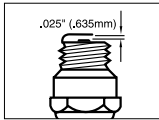

Fig. 7
1. Tændrørglodevædring = 0,025 in. (0,635 mm)(fig. 7)